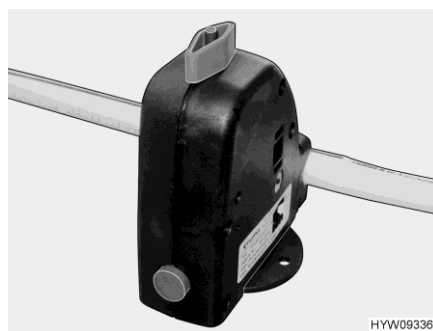

Fig. 101 Válvula de seguridad/purga
- Abrir la válvula de seguridad/purga (Fig. 101). Para ello, girar el botón giratorio (Fig. 101) a la posición longitudinal en referencia a la válvula de seguridad/purga.